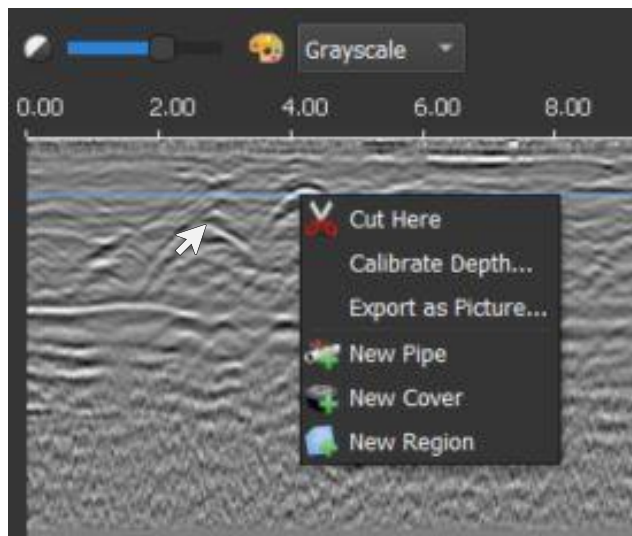

图 53 校准速度过程
- 2: 右键单击所需的双音率（B 扫描），然后单击 **Calibrate Depth...** 命令（图 53）